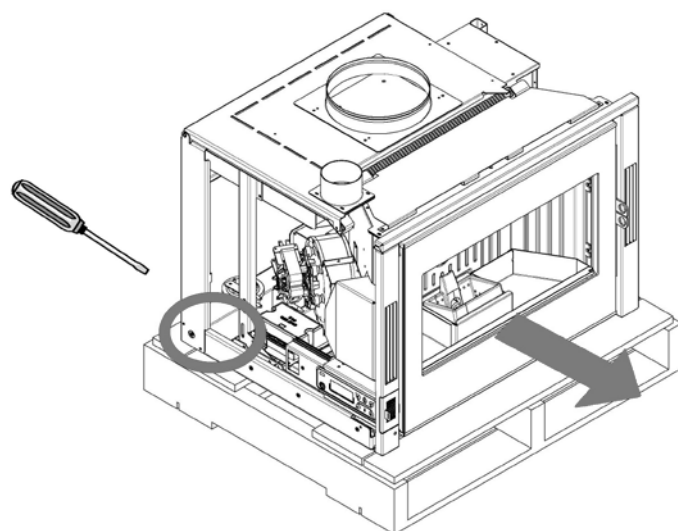

Fig. 1 - Retrait des vis
- Enlever les vis fixées à la base de l'insert (voir Fig. 1) et ensuite le retirer de la palette.